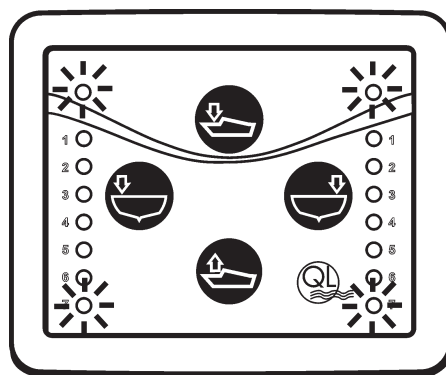

Fig. 24
5. Las aspas se desplazarán completamente hacia afuera, se detendrán y se retraerán completamente. Una vez realizada esta operación de forma correcta, los dos LED superiores e inferiores en el panel de mandos parpadearán dos veces. **Ver fig. 24**.